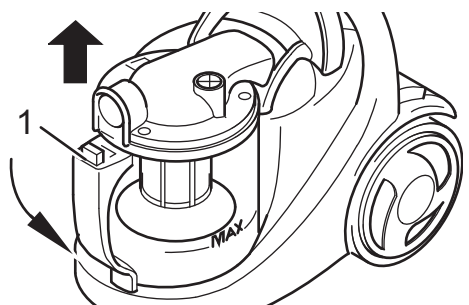

Abb. 18
2. Drehen Sie den Staubbehälter (Abb. 18/1) ein wenig nach links, um ihn zu entriegeln.